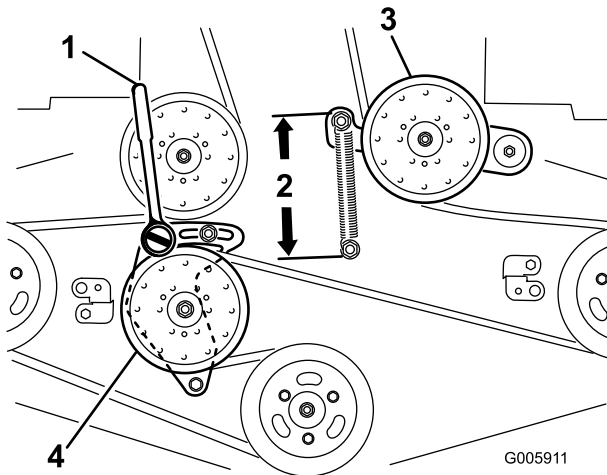

Figura 59
4. Allentare il braccio di rinvio fisso e regolarlo per scaricare la tensione della cinghia (Figura 59).
- Inserite un cricchetto con un'estensione ridotta o una barra idonea nel foro quadrato nel braccio di rinvio fisso (Figura 59).
- Per aumentare la tensione della cinghia, ruotate il cricchetto o la barra idonea in senso antiorario per spostare il braccio di rinvio fisso fino a creare uno spazio di 16,5 cm tra i ganci delle molle (Figura 59).